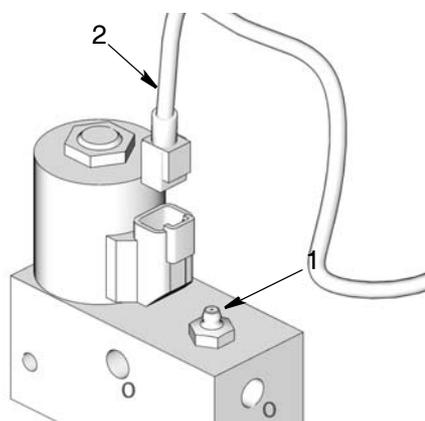

FIG. 4
5. Brancher le connecteur du câble (2) à la soupape solénoïde (1) (FIG. 4).